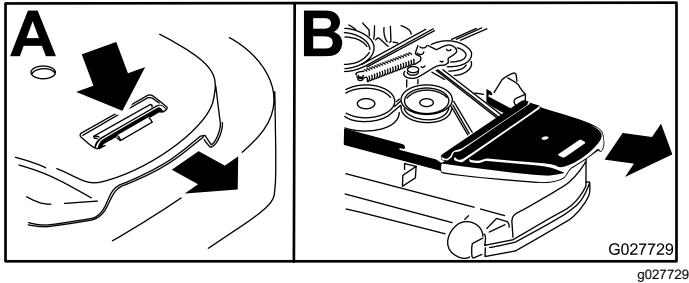

Figure 90
5. Déposez le protège-courroie en plastique (Figure 90).
4. Déposez les protège-courroies (Figure 90).